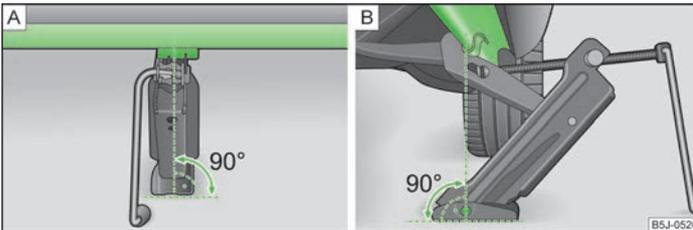

Abb. 175 Wagenheber ansetzen
- › Den Wagenheber so ansetzen, dass die Klaue den Steg » Abb. 175 - B unter der Einprägung in der Seitenfläche des Unterholms umfasst.
- › Sicherstellen, dass die Grundplatte des Wagenhebers mit ihrer gesamten Fläche auf einem geraden Untergrund steht und sich in senkrechter Position » Abb. 175 zur Stelle, an der die Klaue den Steg umfasst, befindet.